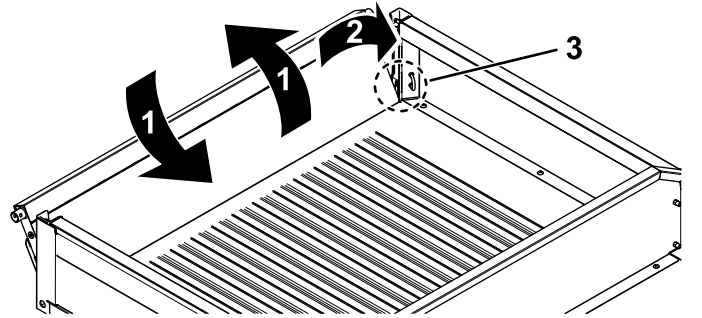

Figure 70
2. Faites pivoter le hayon à environ 45° (Figure 70).
3. Faites pivoter le hayon d'avant en arrière en l'agitant légèrement quelques secondes (Figure 70).